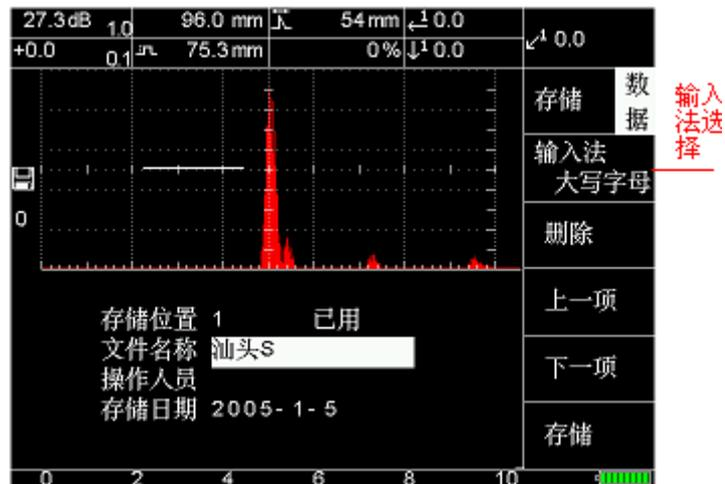
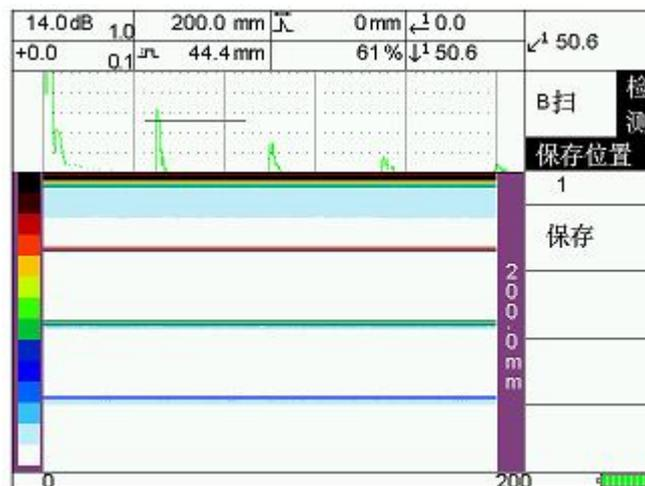

图 7-6
图 7-9
英文字母共 26 个，分大小写，输入类似，下面以大写为例，操作如下：(图 7-6 文件名称需输入“汕头 ST”，假设已输入“汕头 S”，下个待输字母为“T”)。
(1) 在图 7-6 中，将输入法调为大写字母(重复按【A】可选择输入法)。
(2) 按住 【峰值】键不放，文件名称汕头 S 后会重复依此出现 T-U-V 出现 T 时，马上松开【峰值】键，即可输入字母 T。
(3) 如果输入错误，可按【B】删除，重新输入。
(4) 小写字母输入类似。
在图 7-4 或图 7-6 B 扫完成后，用户按  快捷键进入图 7-9。